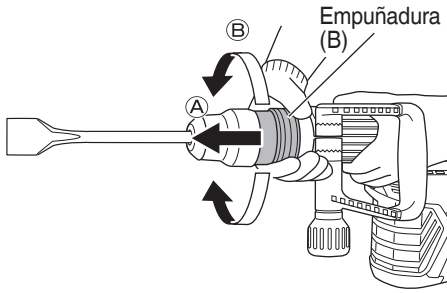

Fig. 3
- (1) Como se muestra en la Fig. 3, si la empuñadura (B) se gira en el sentido de (⊕) cuando la empuñadura (B) esté girada 60 grados en el sentido de (⊙), el ángulo de la cuchilla podrá cambiarse libremente hasta la posición deseada.